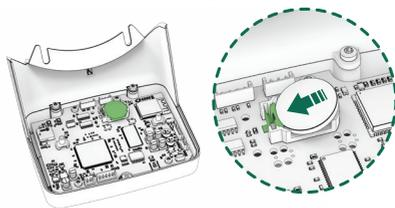

Fig. 27
- Extraiga la batería de su soporte dentro del panel de control y reemplácela por una de nueva (Fig. 27).